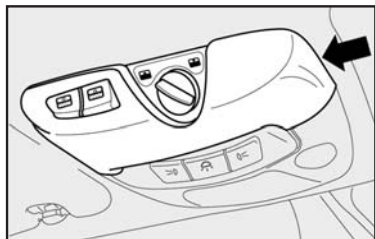

fig. 90
- retirar o conjunto da luz interna dianteira apertando lateralmente na parte de plástico como indicado na **fig. 90**.